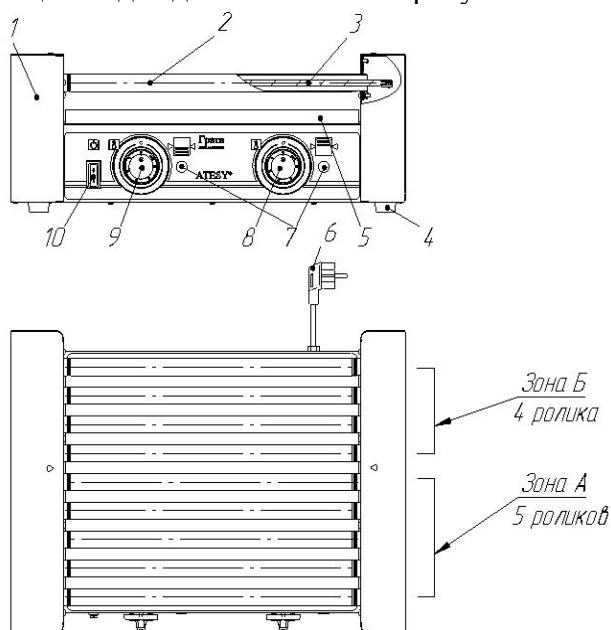

Рисунок 1
1.3.2.1 Изделие, см. рисунок 1, представляет собой ряд вращающихся роликов 2, установленных в корпусе 1. Каждый ролик 2 нагревается ТЭНом (трубчатым электронагревателем) 3. Под роликами 2 установлен поддон 5 для сбора жира. На корпусе 1 установлены ножки 4. На фасадной части корпуса 1 расположены органы управления изделием: ручка регулятора мощности 8 зоны Б(4 ролика), ручка регулятора мощности 9 зоны А(5 роликов) включающие и регулирующие нагрев соответствующей секции роликов 2; выключатель 10, включающий вращение роликов 2; лампы 7, сигнализирующие о включении нагрева ТЭНов 3. На тыльной стороне корпуса 1 расположен сетевой кабель 6 для подключения изделия к электросети.